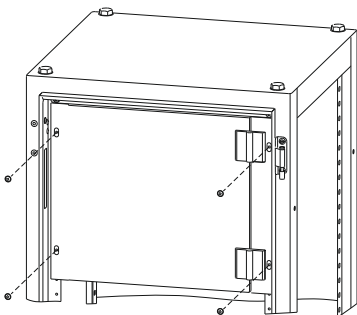

Рисунок 26
18.2 Приложите панель оперативную поворотную к вертикальным уголкам рамы под панели ЛГ/ЛМА на нужной высоте и закрепите четырьмя винтами М6×8 (рисунок 26).